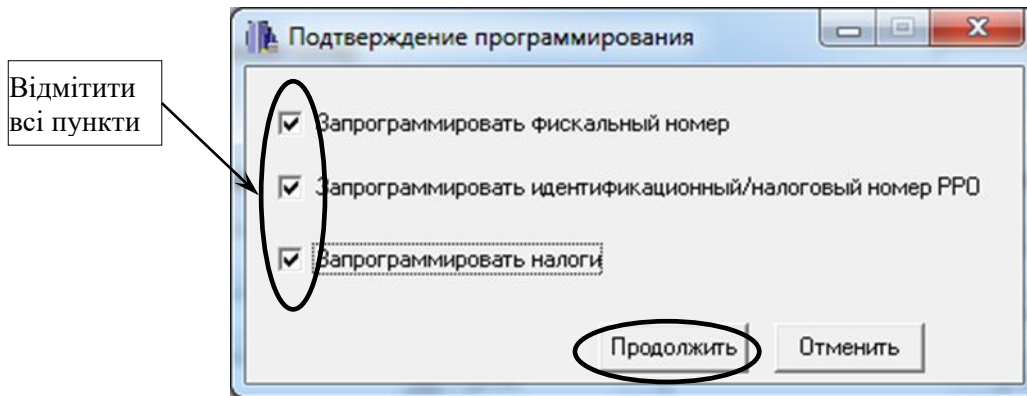

Рисунок 18
5.7 Натиснути на кнопку «Запрограммировать». У вікні, що з'явилося відмітити всі пункти (рисунок 18). Натиснути кнопку «Продолжить».